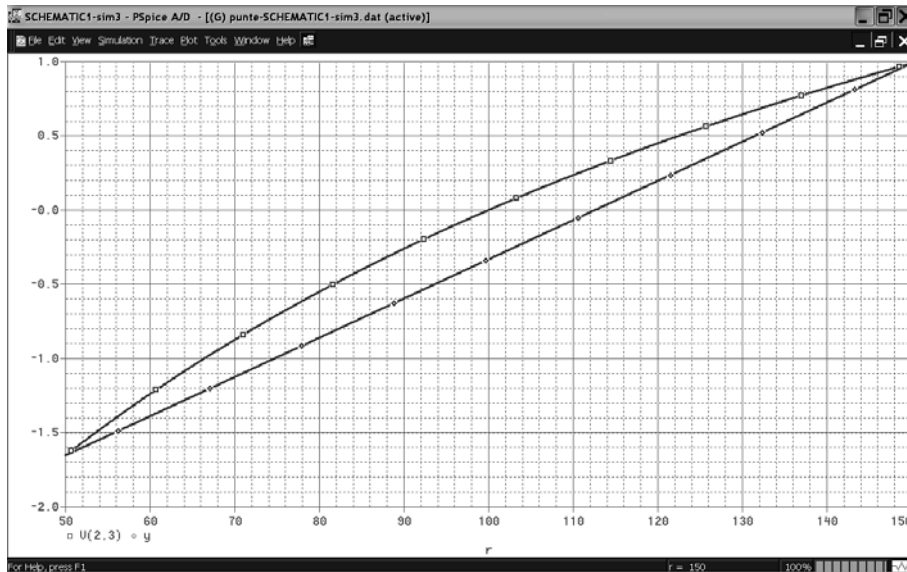

Figura 5.12. Curbele ideală și reală ale tensiunii de dezechilibru
5. În fereastra grafică vizualizați curbele ideală și reală, ca în figura 5.12.